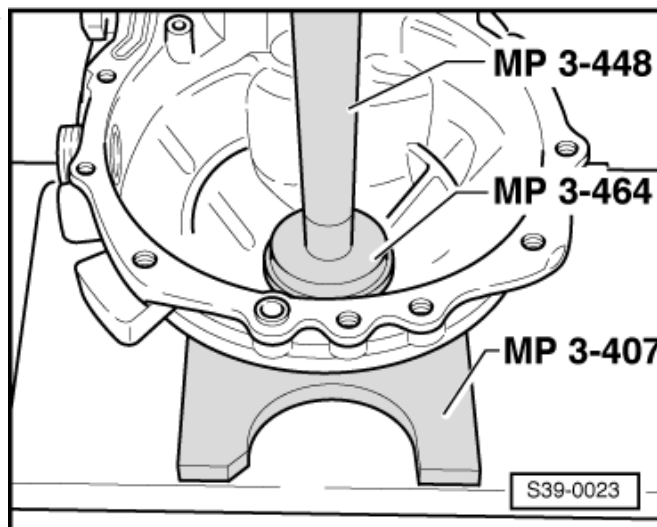

Abb. 3: Innenringe/Kegelrollenlager abziehen ►
- ☐ abziehen ⇒ Abb. 3 in **39-2** Seite 4